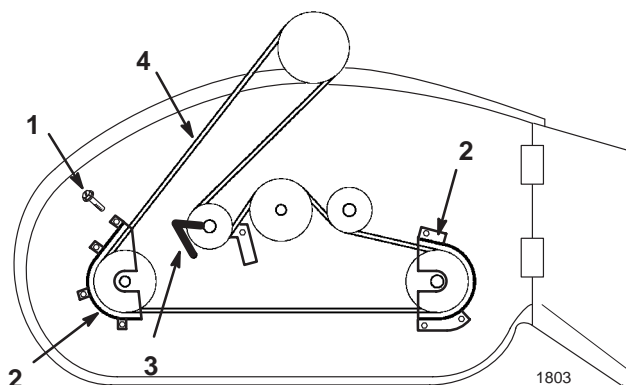

Figure 28
2. Enlevez les vis de fixation des cache-poulies et déposez les cache-poulies de la poulie d'entraînement des lames (Fig. 28).
3. Desserrez le boulon de fixation de la poulie de tension pivotante pour permettre à la courroie de passer le guide-courroie (Fig. 28).
4. Retirez la courroie des poulies (Fig. 28).
2. Serrez le boulon de fixation de la poulie de tension (Fig. 28).
3. Posez les cache-poulies gauche et droit à l'aide de leurs vis de fixation (Fig. 28).